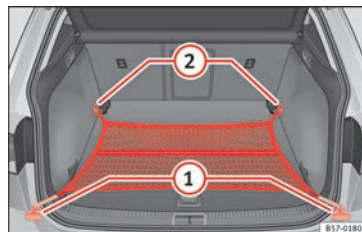

Fig. 167 Dans le coffre à bagages : sac pour filet accroché au niveau du plancher.
- Selon le cas, relevez les œillets d'amarrage avant » fig. 167 ②.
- Fixez les crochets du filet aux œillets d'amarrage ② » ⚠. La fermeture à glissière du sac doit rester vers le haut.
- Fixez les crochets du filet aux œillets d'amarrage ①.